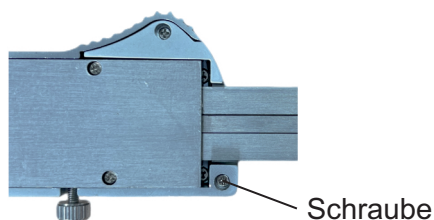

Abb. 1
- » Schrauben Sie die Schraube heraus und entfernen Sie den Batteriefachdeckel (Abb. 1).